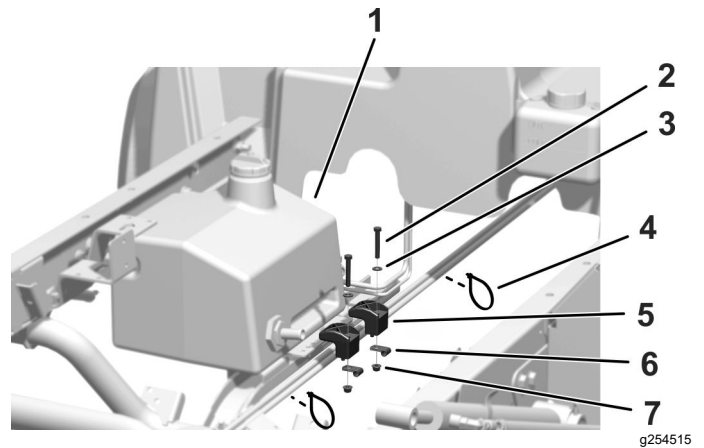

Bild 9
2. Befestigen Sie die Unterseite des Behälters mit zwei Behälterklemmen, zwei kleinen P-Klemmen, zwei Schrauben (5/16" x 2"), zwei Flachscheiben (11/32") und zwei Bundmuttern (5/16") an der Rahmenstrebe, wie in **Bild 9** abgebildet.
3. Befestigen Sie die Kabel mit zwei Kabelbindern (**Bild 9**).